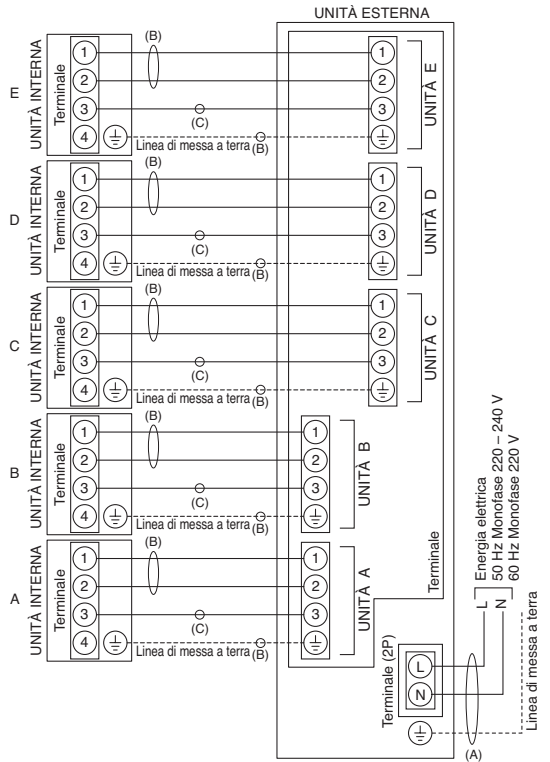

Fig. 25
Per il significato di (A), (B) e (C) in Tabella 6, fare riferimento agli schemi di collegamento (Fig. 25).
### 5-3. Diagramma dell'impianto elettrico (Fig. 25)